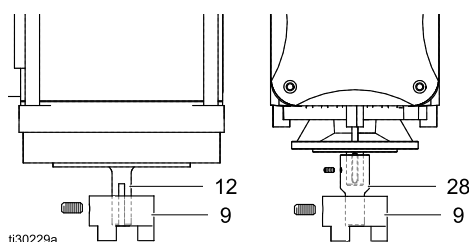

Figure 4 Koppeling op de motoras
Voor UL-motoren: Plaats de koppeling (9) gelijk met de onderkant van de motoras. Zie Afbeelding 4, linkerzijde. Draai de stelschroef in de koppeling stevig vast.
Voor ATEX-motoren: Plaats de koppeling (9) gelijk met de onderkant van de adapter (28). Zie Afbeelding 4, rechterzijde.